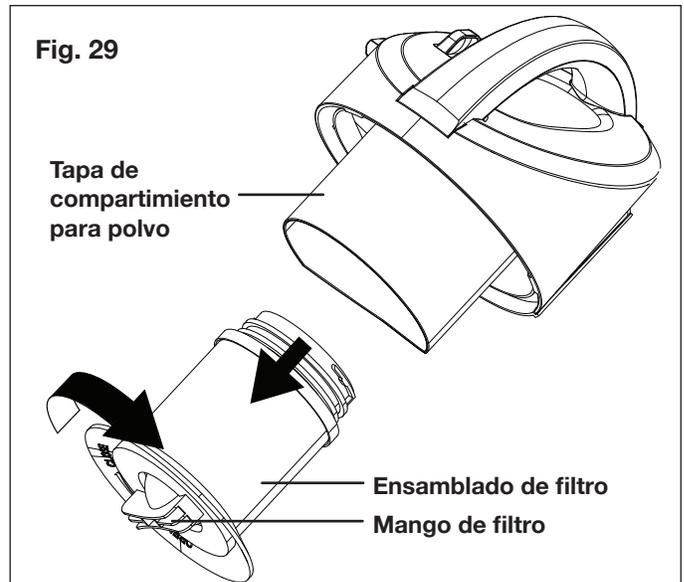

Fig. 29
2. Sujete el mango del filtro en la parte inferior, y desenrosque en sentido horario para retirar la tapa de compartimiento para polvo del ensamblado de filtro antiguo (Fig. 29).